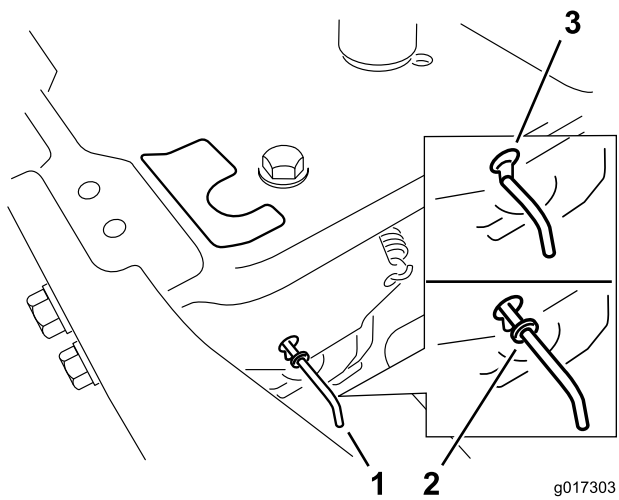

Bild 20
4. Schieben Sie die Bypasshebel nach vorne durch das Schlüsselloch und nach unten, um sie zu arretieren (Bild 20).
Schieben Sie die Bypasshebel nach hinten durch das Schlüsselloch und nach unten, um sie zu arretieren, wie in Bild 20 dargestellt.